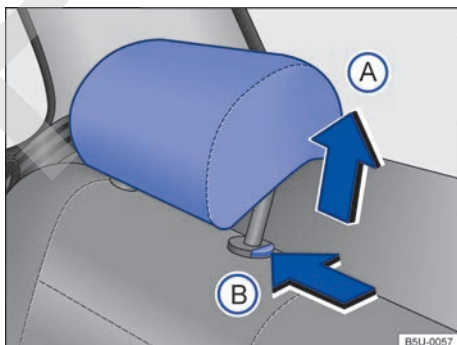

Fig. 75 Remover el apoyacabezas trasero.
- Presionar la tecla → fig. 75 (B) en el sentido de la flecha. Retire el apoyacabezas mientras presiona la tecla.
- Empuje el apoyacabezas hacia abajo con la tecla → fig. 75 (B) presionada.